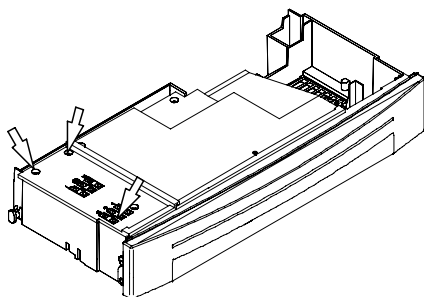

Figura 5.20
- Svitare le viti e rimuovere il coperchio copri morsettiera Figura 5.20.